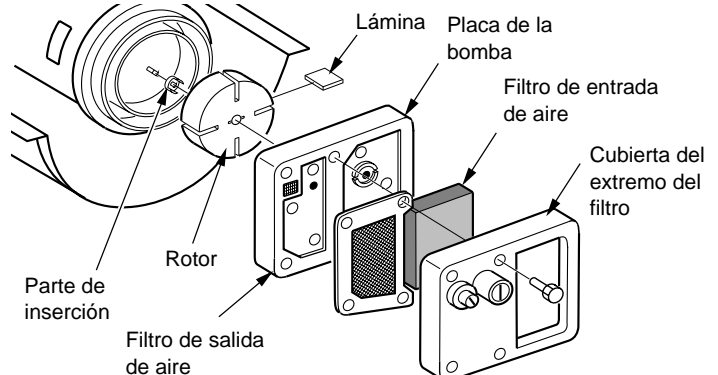

Figura 20 - Ubicación del rotor
- Quite los tornillos de la cubierta del extremo del filtro utilizando un sacatuercas de 5/16 pulgadas (consulte la figura 20).
- Desmonte el rotor, parte de inserción y láminas (consulte la figura 20).